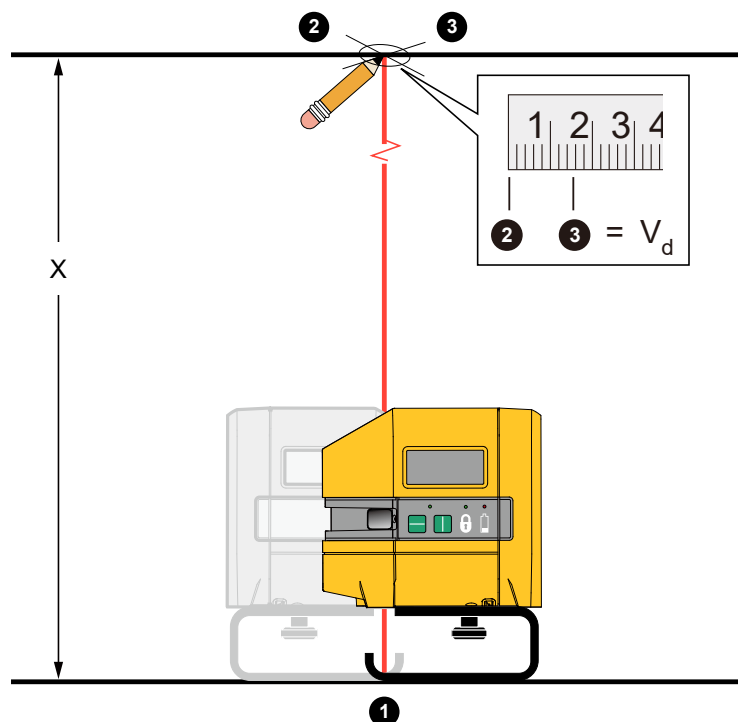

Figur 8. Den vertikale laserens nøyaktighet
3. Sett et kryss (merke 1) på gulvet midt under krysset på øvre dørkarm. Se Figur 8.